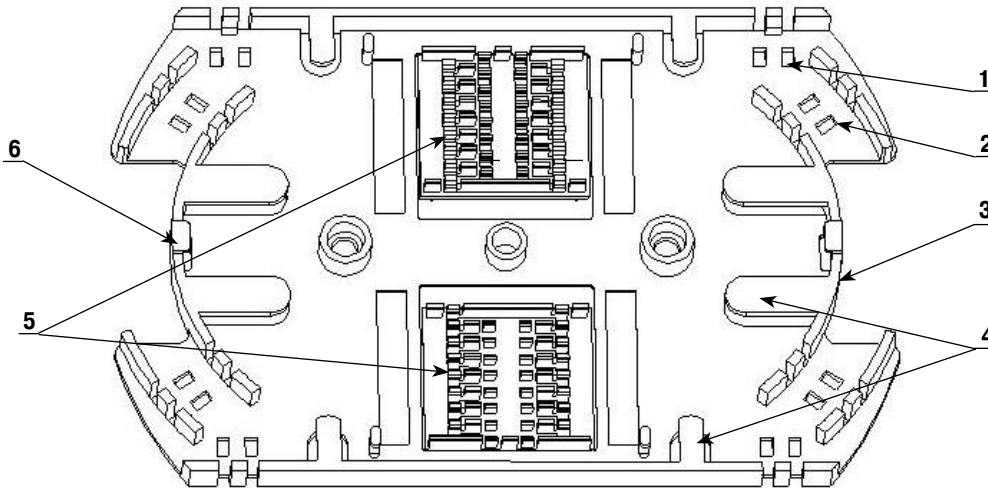

Рисунок 1
- уложить в кассете два-три витка группы ОВ, располагая ОВ вдоль боковых сторон кассеты, между ограничителями поз. 3 (рисунок 1);